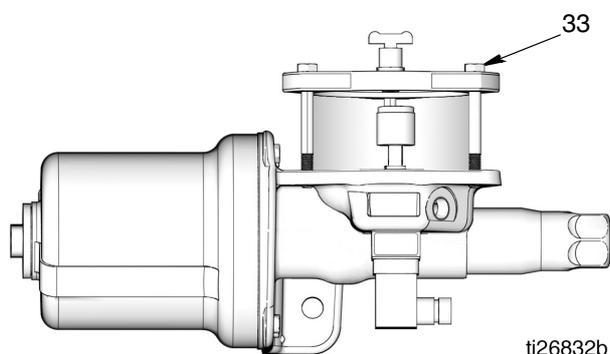

FIG. 55
- c. Instale los 4 pernos nuevos. Apriete a mano los pernos (33) de forma regular, un poco cada vez en un patrón en diagonal. Apriételes después diagonalmente a un par de 10-13 ft. lbs. (13,5-17,6 N•m). Consulte la FIG. 55.